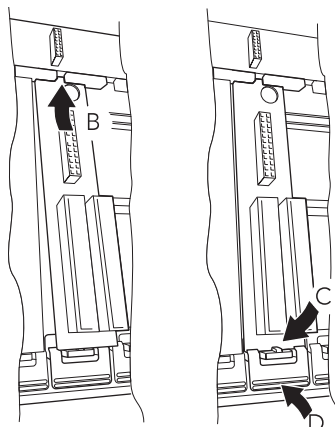

Figure 4 Installation/dépose du bornier
1. Insérez l'étiquette située en haut de la carte de circuit imprimé du bornier dans la fente correspondante de l'unité de base (action « B » dans la Figure 4).